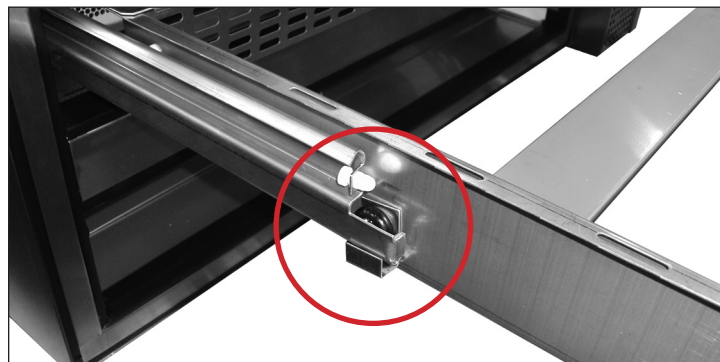

Рис. 1. Расположение роликового фиксатора.
3. Поверните роликовые фиксаторы в нижнее положение. См. рис. 1 и 2.